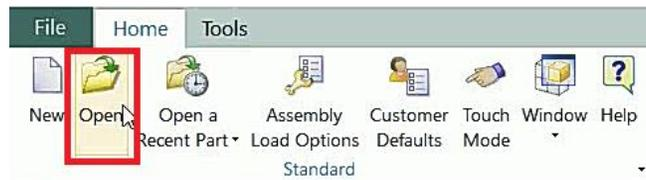
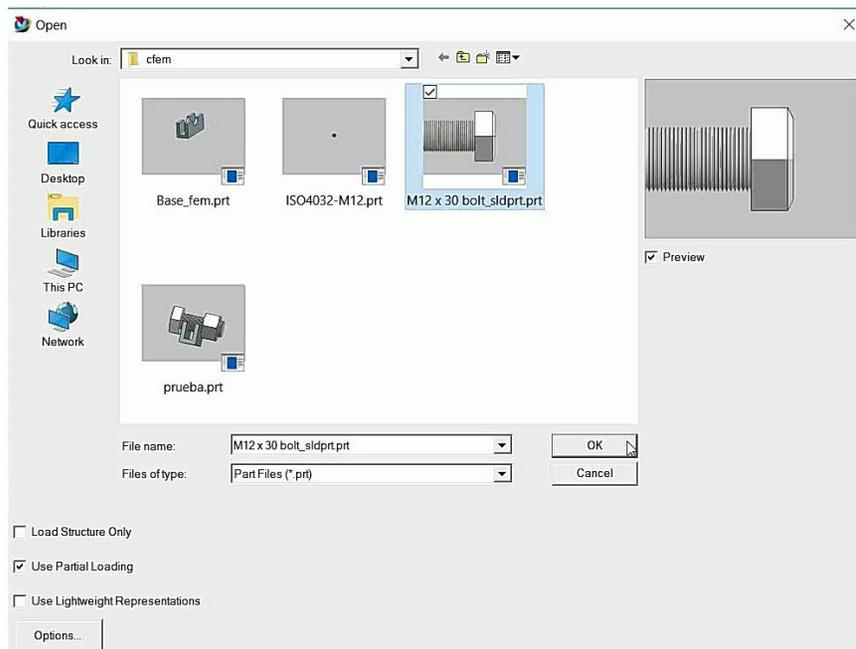

Figura 5.2 Pestaña Home, Abrir archivo.
Figura 5.3 Abrir pieza Tornillo M12x30.prt.
- En la **ribbon bar**, dar click en Open (Figura 5.2) y buscar la pieza **Tornillo M12x30.prt**. (Figura 5.3)